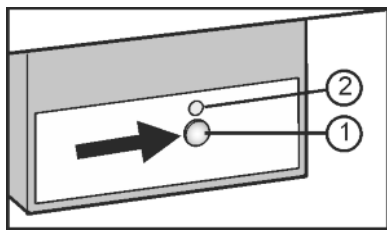

Fig. 21
- ▶ Натисніть кнопку On/Off Fig. 21 (1), щоб засвітився індикатор Fig. 21 (2).